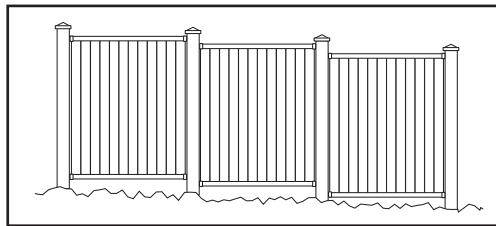

Figura 1
- Es esencial que planee y mida cuidadosamente su proyecto, ya que mover los postes una vez que el concreto se seca es extremadamente difícil. La mayoría de los jardines están relativamente nivelados y permitirán una sencilla instalación. Si su jardín tiene una inclinación pronunciada o desnivelado, asegúrese de tomar en cuenta el montaje de paneles a diferente altura cuando coloque sus postes. En casos extremos, usted podría necesitar "escalonar" los paneles. Vea Figura 1.